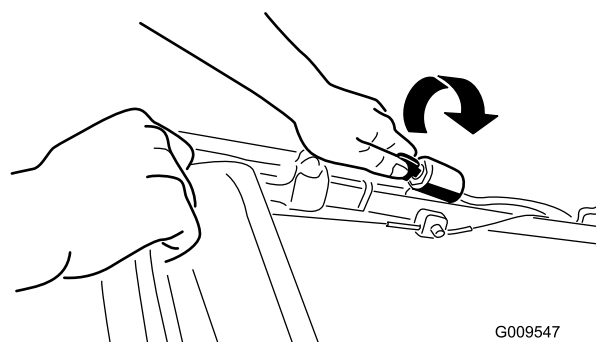
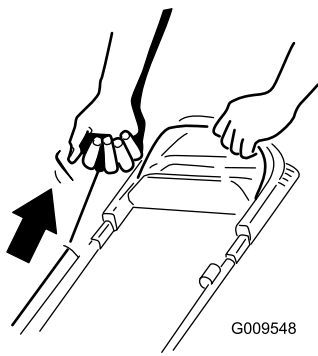

Figure 12
Figure 13
2. Tournez la clé de contact (Figure 12) (modèles à démarrage électrique uniquement) ou tirez la poignée du lanceur (Figure 13).
Remarque: Tirez lentement la poignée du lanceur (Figure 13) jusqu'à ce que vous sentiez une résistance, puis tirez vigoureusement. Laissez le lanceur se rétracter lentement jusqu'à la poignée.